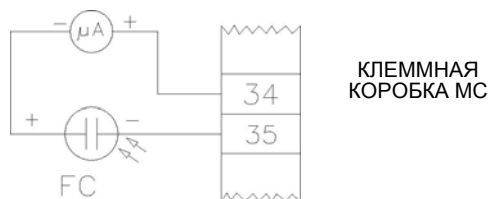

Рис. 36 - Детектирование с фотозлементом QRA..
- Проверить и аккуратно почистить фотоэлемент UV улавливания пламени и, если необходимо, заменить его. В случае возникновения сомнения, проверить контрольный контур, после того, как горелка будет вновь запущена, согласно схеме на Рис. 36;
Чтобы проверить ток у контрольного электрода, следуйте схемам на Рис. 36. Если электрический импульс ниже указанного значения, проверьте положение контрольного электрода или фотозлемента, электрические соединения и, при необходимости, замените электрод или фотозлемент.